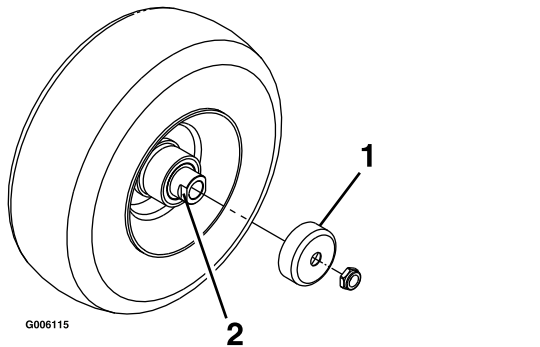

Figura 38
4. Remova os resguardos do vedante do cubo da roda (**Figura 38**).